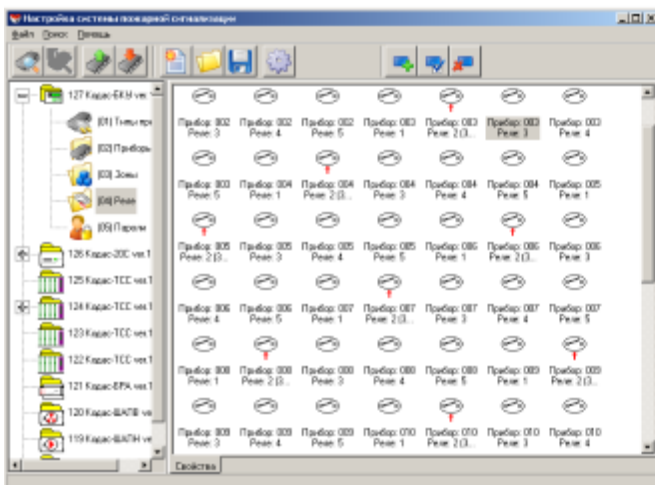
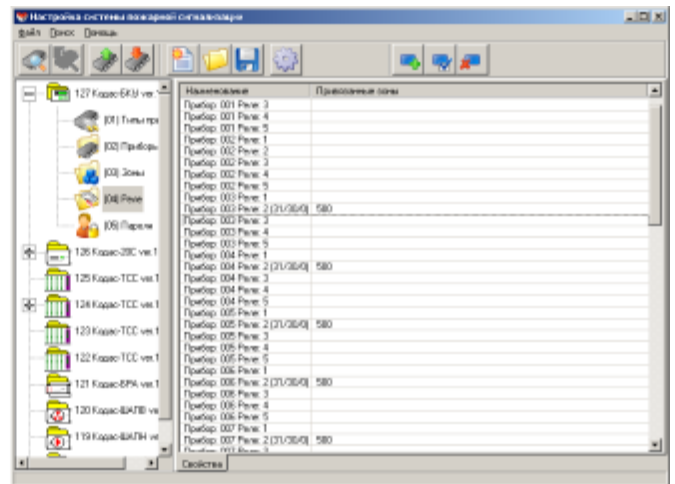

Рис. 14
Рис. 15
При виділенні вузла «(04) Реле» в правому вікні відображається список реле тих блоків (Кодас-20С і Кодас-БРА), які включені в конфігурацію Кодас-БКУ (див. Рис. 14 в графічному вигляді, рис. 15 в текстовому). На рис. 14, ті реле, які прив'язані до зон, відзначені символом "↑", на рис. 15, для реле, прив'язаних до зон, після номера реле в дужках формується запис виду XX/YU/ZZ, де XX-номер програми керування; YU-час керування в сек.; ZZ-час затримки керування в сек. В графі «прив'язані зони» вказуються номери прив'язаних зон.
- натисніть кнопку «>», при цьому окремі перемістяться в праве вікно і стануть "прив'язані" до реле, для якого створювалося діалогове вікно «Властивості» (рис. 14 або рис.15). У цьому ж вікні виконується зворотна процедура переключення зони зі стану прив'язки до реле в "вільний" стан кнопкою «<>».